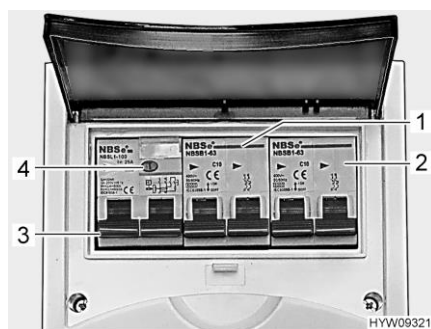

Fig. 155 Disjoncteur de protection de circuit et disjoncteur FI (coffret de fusibles 230 V)
Un disjoncteur différentiel (disjoncteur FI) (Fig. 155,3) dans le coffret de fusibles protège tout le véhicule contre le courant différentiel (30 mA).
Le disjoncteur de protection de circuit connecté en aval (10 A) (Fig. 155,1) protège les prises de courant de 230 V, le bloc électrique, le chargeur supplémentaire et le réfrigérateur.
Sur les véhicules possédant un équipement particulier tel que la climatisation dans le toit, un disjoncteur de protection de circuit supplémentaire (16 A) (Fig. 155,2) protège l'appareil.
- Lorsque le véhicule est raccordé à l'alimentation 230 V, appuyer sur la touche de contrôle (Fig. 155,4). Le disjoncteur différentiel (FI) doit se déclencher.